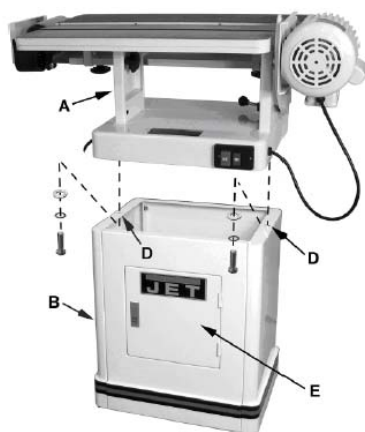

Рис. 2
ВНИМАНИЕ: узел с двигателем и шлифовальной лентой имеет массу (А) 95 кг. Будьте осторожны и используйте подходящие вспомогательные средства для подъема (Рис. 2). Откройте дверцу (Е) и закрепите шлифовальный узел (А) рис.2 шестигранными винтами и шайбами (D).